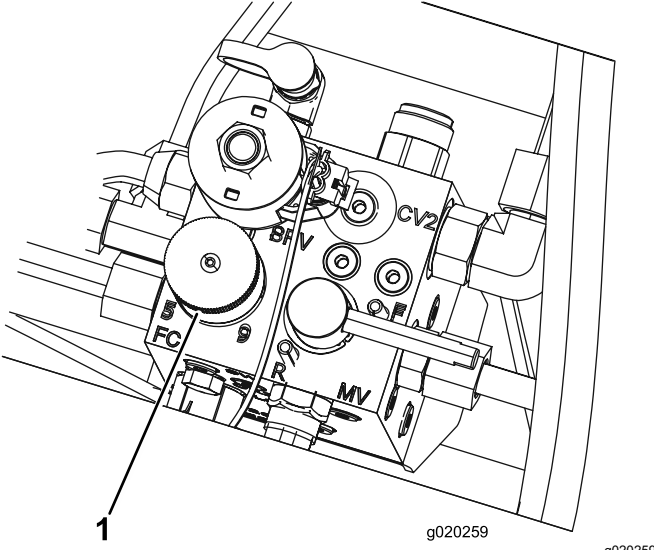

图 32
4. 要设置滚刀的速度请旋转旋钮 图 32 直至指示器箭头与表示所需设置的数字对齐为止。